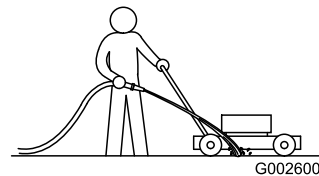

Figura 19
3. Con el motor en marcha y la cuchilla engranada, dirija un chorro de agua por delante de la rueda trasera **derecha** (Figura 19).